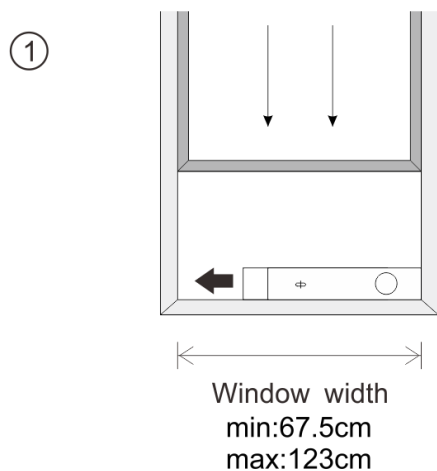
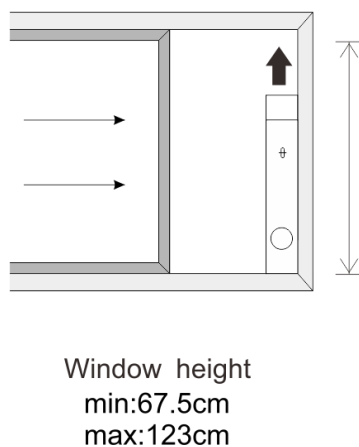

Fig.10
Fig.10a
Le mode d'installation du kit de glissière de fenêtre est principalement "horizontal" ou "vertical". Comme indiqué sur la Fig.10 et la Fig.10a, vérifiez la taille minimale et maximale de la fenêtre avant l'installation.
1. Installez le kit de fenêtre sur la fenêtre (Fig.10, Fig.10a) ;